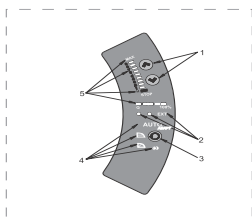

Fig. 11 Painel de controlo
O painel de controlo (fig. 11) inclui:
Os símbolos luminosos na pos. 4 (consulte a fig. 11), indicam as configurações do circulador: